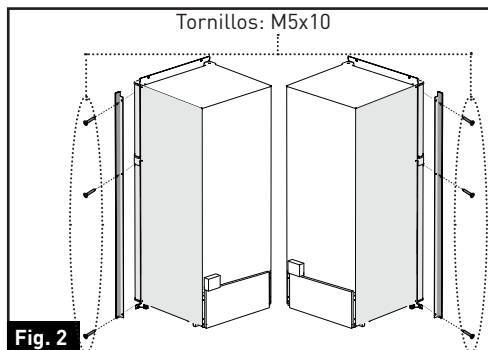

Fig. 2
1. Ajuste las patas niveladoras para asegurarse de que el refrigerador esté nivelado. Instale el kit de moldura superior con tornillos (x2) y los kits de molduras laterales con tornillos (x3 cada uno a la izquierda / derecha) en el refrigerador. (Fig. 1 y Fig. 2)